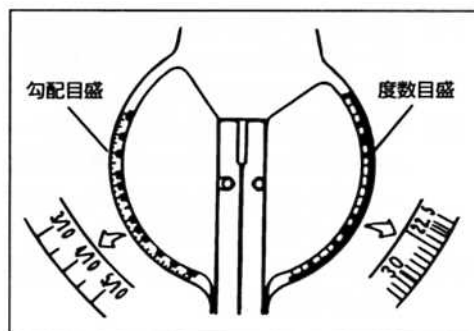

図27
- (2) (回転テーブルの角度スケールには、度数目盛と勾配目盛が表示してあります。(図27)